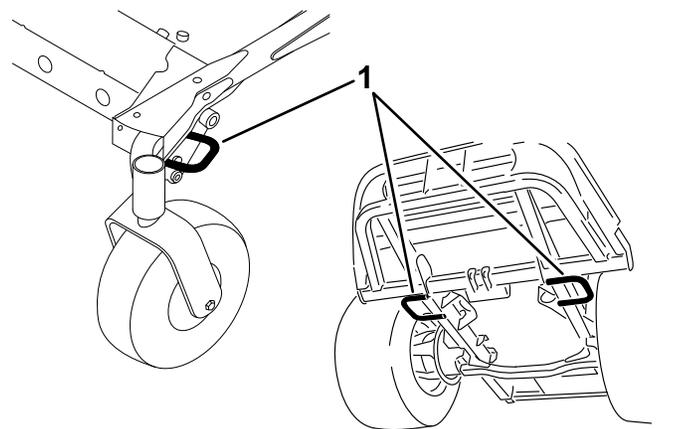

Figura 26
5. Utilize os olhais de fixação na máquina para prendê-la com segurança ao atrelado ou camião com cintas, correntes, cabo ou cordas (Figura 26).